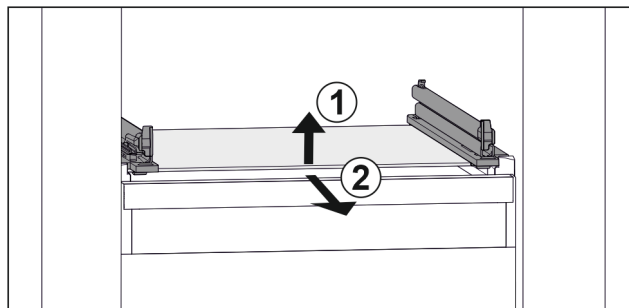

Fig. 47 Shembull ilustrues i pllakës së xhamit
- ▶ Ngrijeni lart pllakën e xhamit përpara. Fig. 47 (1)
- ▶ Hiqeni pllakën e xhamit nga përpara. Fig. 47 (2)